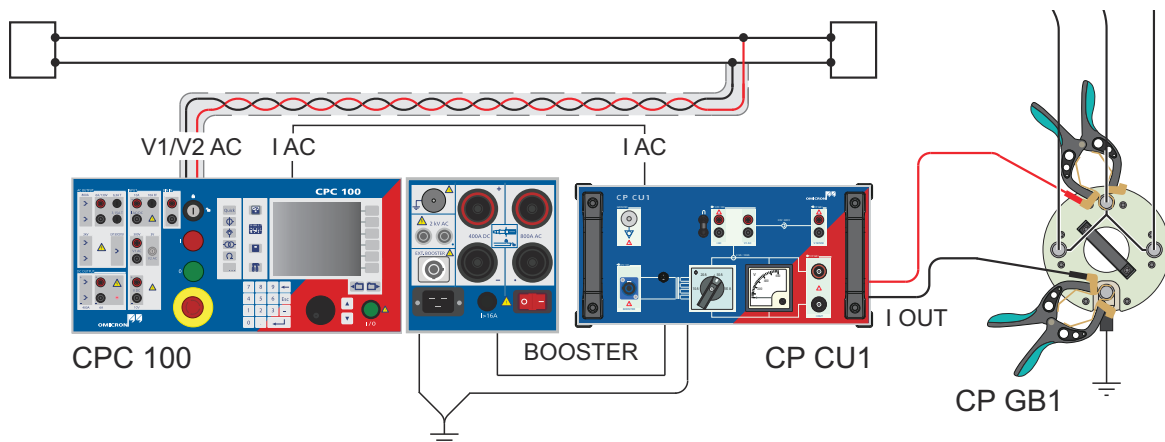

Figure 6-3: Montage de mesure du couplage entre lignes/câbles pour la mesure ligne-terre
11. Reconnectez les pinces au niveau du **CP GB1**, comme illustré à la figure 6-3 ci-dessous.